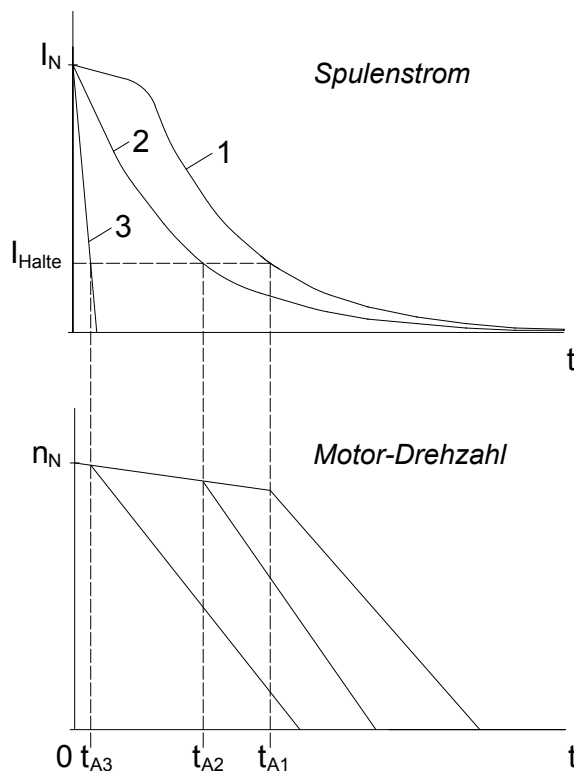

Bild 4: Prinzipieller Verlauf des Spulenstroms und der Motordrehzahl nach wechsel- (1, 2) und gleichstromseitiger (3) Abschaltung
- a) Speisung des Gleichrichters vom Motorklemmenbrett (Bild 4, Kurve 1)
- b) Separate Speisung des Gleichrichters (Bild 4, Kurve 2)
### Unterbrechung des DC-Stromkreises der Magnetspule (Bild 4, Kurve 3)